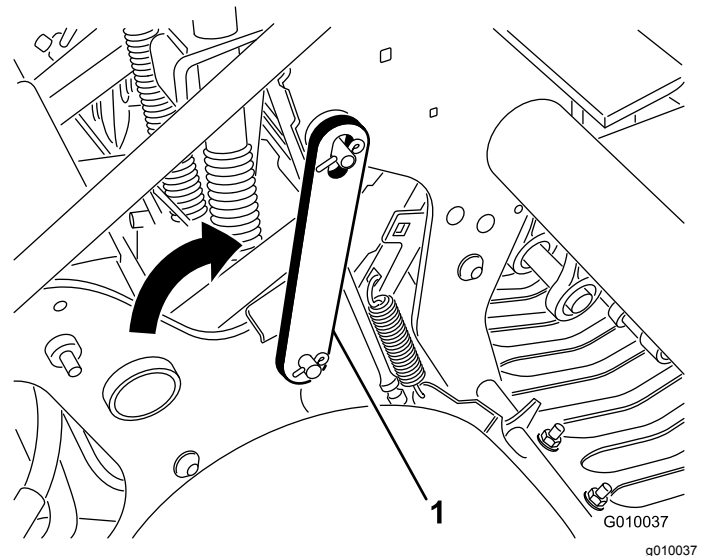

Bild 21
4. Drehen Sie den Wartungsriegel nach hinten und setzen Sie ihn in den Aerifizierkopfstift ein (Bild 21). Sichern Sie den Riegel mit dem Clipping.